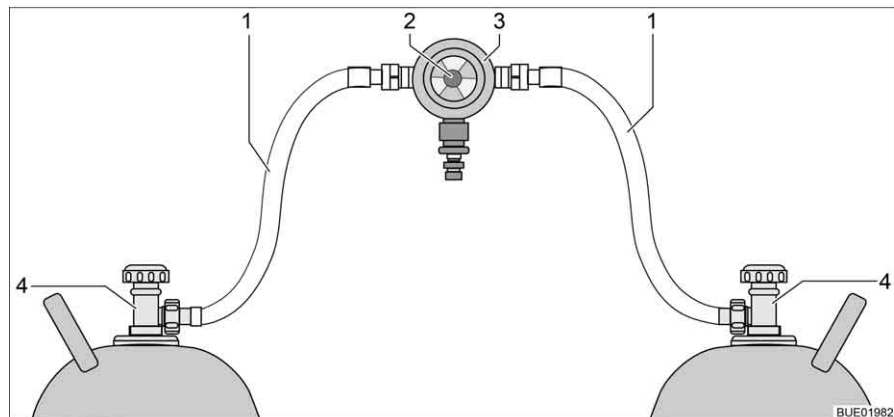
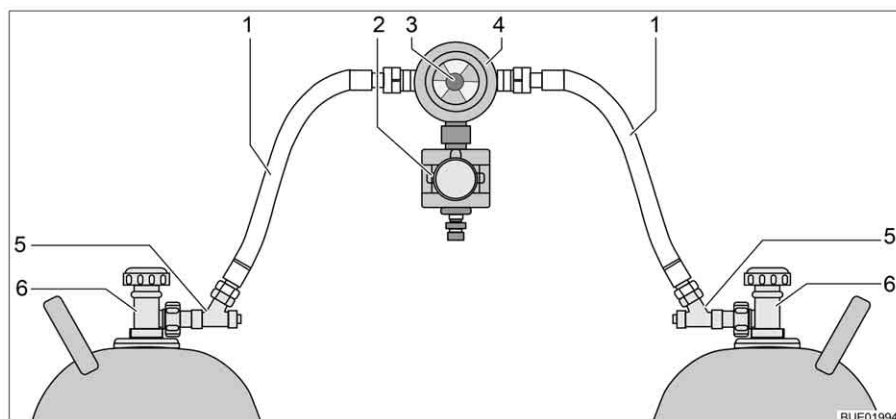

Fig. 159 Impianto di commutazione per bombole del gas
Fig. 160 Impianto di commutazione per bombole del gas con CPU
L'impianto di commutazione per bombole del gas è formato da un regolatore di pressione del gas combinato con valvola di commutazione e indicazione (Fig. 159,3). L'impianto di commutazione per bombole del gas è montato tra i due tubi del gas (Fig. 159,1).
L'impianto di commutazione per bombole del gas è formato da un regolatore di pressione del gas combinato con valvola di commutazione e indicazione (Fig. 160,4) e una elettrovalvola (Fig. 160,2). In caso di frenata brusca, incidente o inclinazione straordinaria, l'elettrovalvola blocca l'alimentazione del gas al veicolo. L'impianto di commutazione per bombole del gas è montato tra i due tubi del gas (Fig. 160,1) con dispositivi antirottura del tubo flessibile (Fig. 160,5).
Con la manopola (Fig. 159,2 o Fig. 160,3) sull'impianto di commutazione per bombole del gas è possibile stabilire quale delle bombole del gas viene utilizzata come bombola in uso e quale come bombola di riserva.
Sulla centralina di controllo (Fig. 161) possono venire azionate solo le funzioni elettriche. Le valvole principali di arresto delle bombole del gas (Fig. 159,4 o Fig. 160,6) devono essere aperte manualmente.
- Aprire le valvole principali di arresto delle bombole del gas (Fig. 159,4 o Fig. 160,6).
- Premere i dispositivi antirottura del tubo flessibile (Fig. 160,5) uno dopo l'altro per 10 secondi.
- Con la manopola (Fig. 159,2 o Fig. 160,3) sull'impianto di commutazione selezionare la bombola del gas, da cui deve provenire la principale alimentazione del gas (bombola in uso). Girare la manopola fino all'arresto.
- Chiudere le valvole principali di arresto delle bombole del gas (Fig. 159,4 o Fig. 160,6).